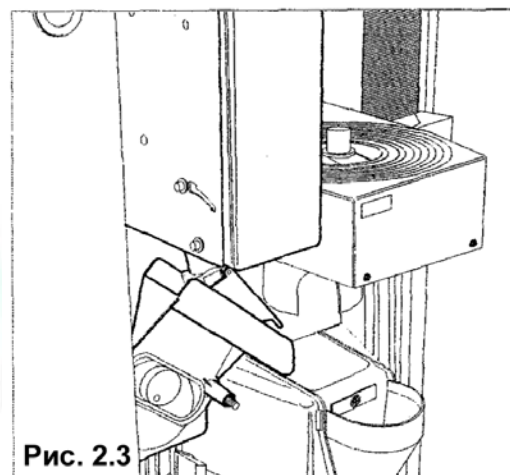

Рис. 2.3
- Редукторный двигатель активирует винтовой конвейер контейнера с сахаром, чтобы высыпать нужное количество в желоб для продуктов (рис. 2.3)